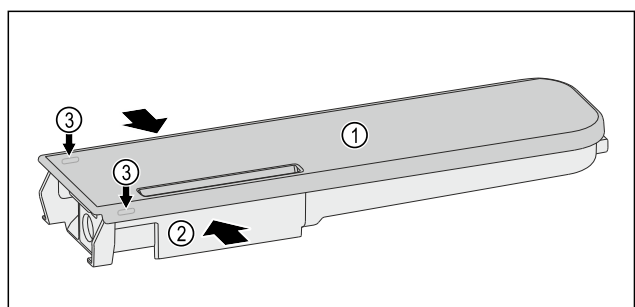

Fig. 135
- Presser le réservoir d'eau Fig. 135 (2) et faire levier pour lever précautionneusement le couvercle Fig. 135 (1) par les ergots Fig. 135 (3).
- Faire légèrement bouger le couvercle Fig. 135 (1) de l'avant vers l'arrière puis le retirer par le haut.